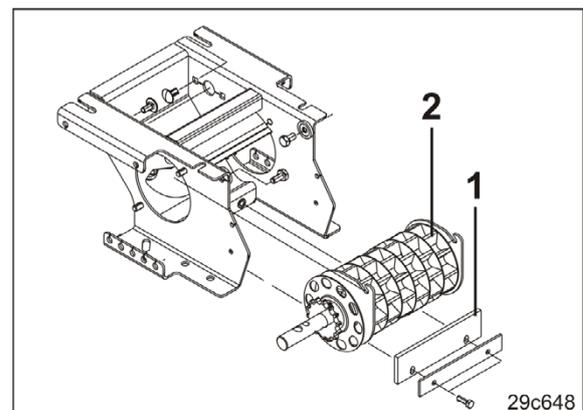

図 185
- ・ 計量リップ（図 185/1）の故障や設定ミスにより、軽量装置が故障します。
計量リップは、計量ローラー（図 185/2）に軽く接するように設定してください。